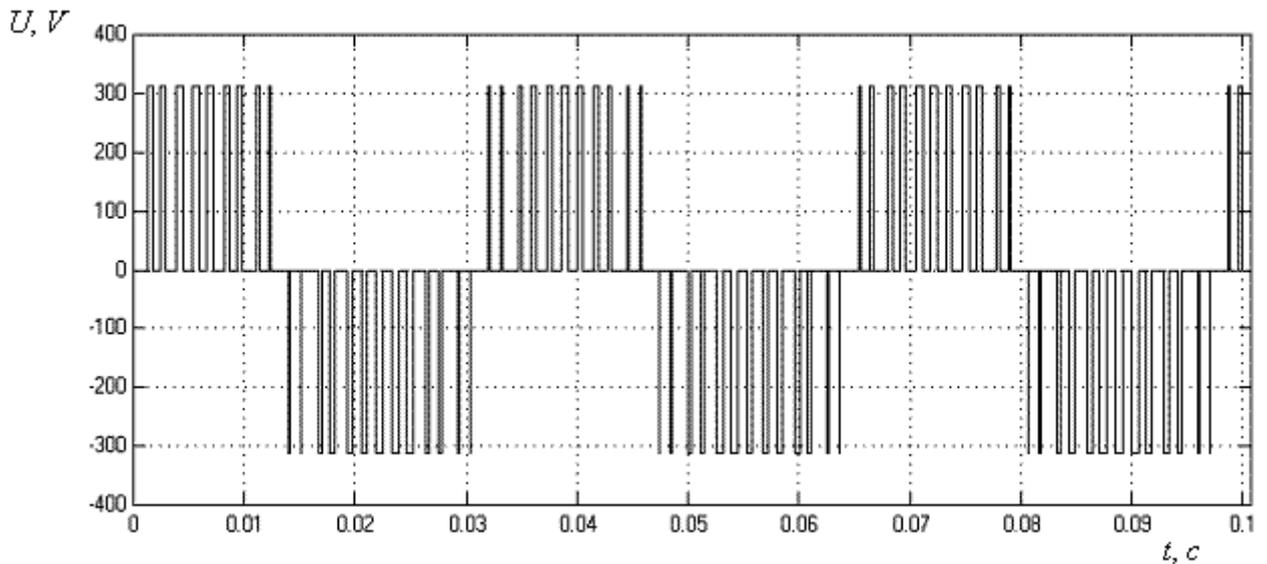

Рис. 2
2. Соберите представленную на рис.2 схему моделирования и регистрации процессов в трехфазном асинхронном двигателе.
Силовой преобразователь осуществляет широтно-импульсное регулирование напряжения на статорных обмотках трехфазного асинхронного двигателя. Вид этих напряжений отличается от вида синусоидального напряжения (см. рис.2).